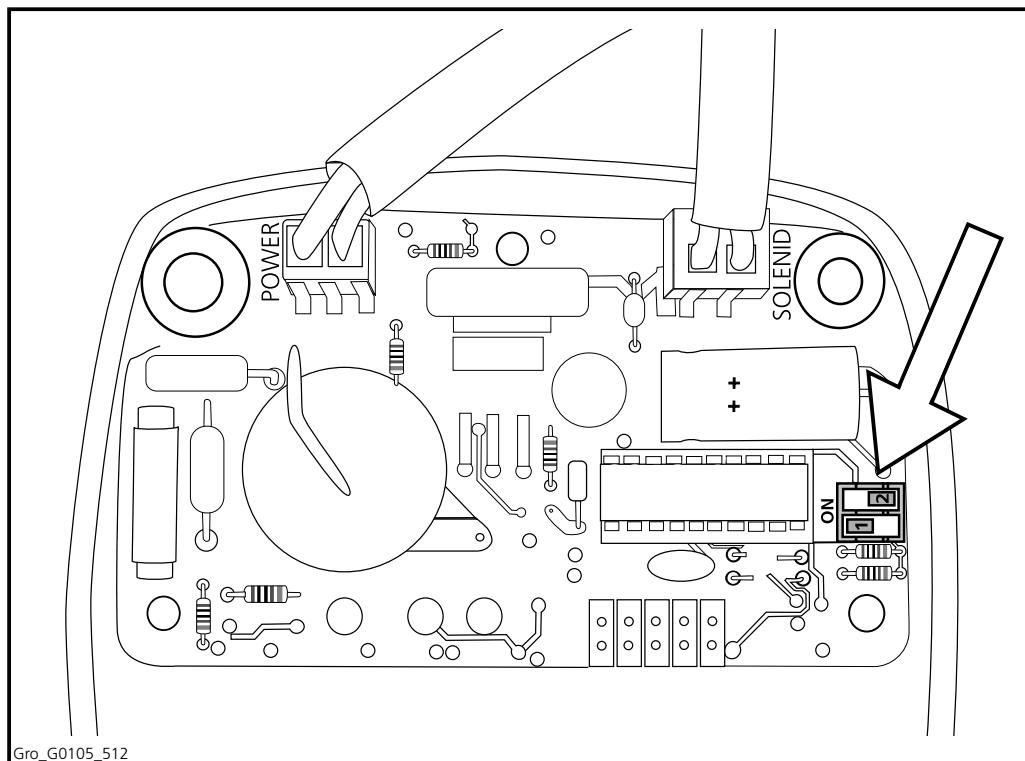

Fig 5.13 Microinterruttori (DIP-switch)
3. Sul circuito integrato sono presenti 2 microinterruttori (DIP-switch) (Fig 5.13): impostare gli interruttori sulla posizione corretta per l'intervallo di lubrificazione desiderato (vedere la tabella sottostante).
3. Sul circuito integrato sono presenti 4 microinterruttori (DIP-switch (Fig 5.13)): impostare gli interruttori sulla posizione corretta per l'intervallo di lubrificazione desiderato (vedere la tabella sottostante).